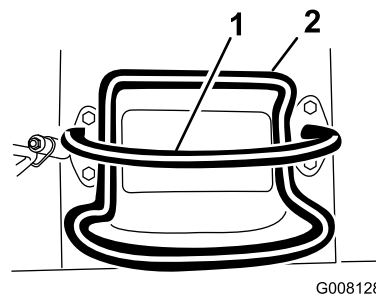

Figura 5
- Per arrestare la macchina, rilasciate il controllo della trazione (Figura 5).